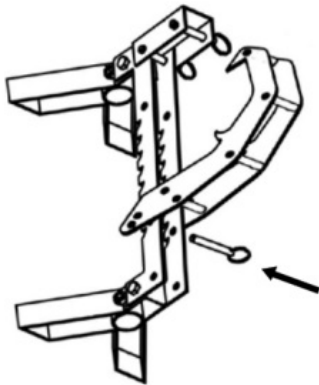

Figure 13
2. Ensuite, verrouillez l'assemblage du crochet sur le panneau de l'assemblage du support à l'aide d'une goupille à dégagement rapide (9,5x68mm), l'assemblage du crochet peut être déplacé à l'endroit approprié selon l'utilisation réelle. l'emplacement approprié en fonction de l'utilisation réelle. Comme le montre la figure 13